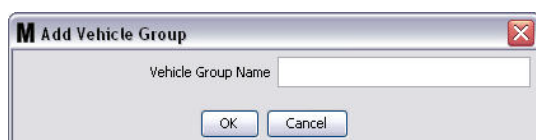

FIG. 152
3. Le champ texte "Add Vehicle Group" (Ajouter un groupe de véhicules) illustrée dans la FIG. 152 s'affiche. Ce champ est utilisé pour donner un nom de groupe afin d'identifier les véhicules que vous mettez ensemble dans un groupe. Cliquez sur le bouton "OK" pour fermer le champ et enregistrer le nom.